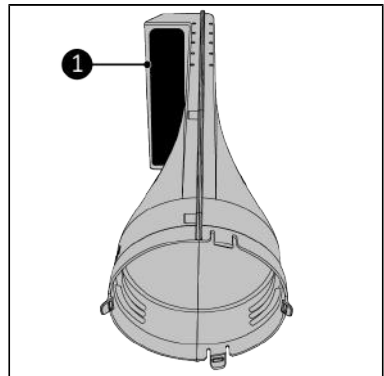

Abbildung 139.
4. Platzieren Sie den Way-out vor sich. Stellen Sie sicher, dass die runde Öffnung zu Ihnen zeigt (Abbildung 139).
5. Stellen Sie sicher, dass der Luftauslass (Abbildung 139, Pos. 1) nach links zeigt.